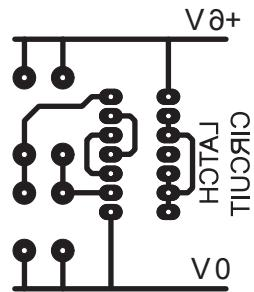

Fig. 12.6
- (d) Fig. 12.6 shows part of a printed circuit layout.